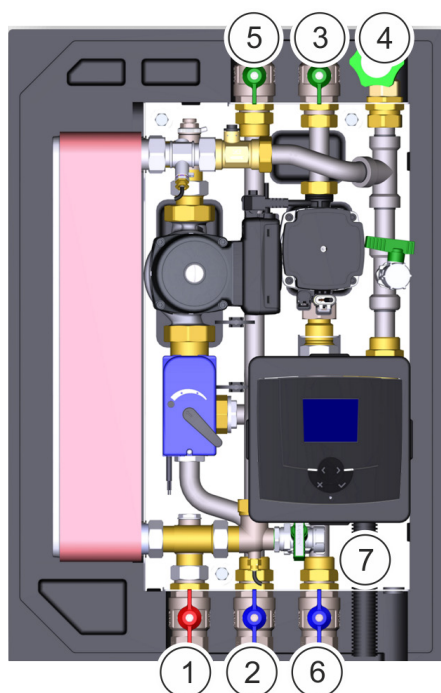

Fig. 22: Collegare i rubinetti
Presupposto: La stazione per acqua fresca è stata preparata secondo fig. 22.
- Collegare il principale tubo di alimentazione dell'acqua potabile al raccordo del principale tubo di alimentazione dell'acqua potabile (fig. 22/4).
- Collegare la condotta dell'acqua calda al raccordo della distribuzione dell'acqua potabile (AC) (fig. 22/5)
- Collegare la mandata del principale tubo di alimentazione riscaldamento al raccordo primario tubo di mandata dell'approvvigionamento di calore fig. 22/1).
- Collegare il ritorno del principale tubo di alimentazione riscaldamento al centro dell'accumulatore integrato (opzione) (fig. 22/2).
- Se esistente, collegare la condotta di circolazione al raccordo della circolazione integrata (fig. 22/3).